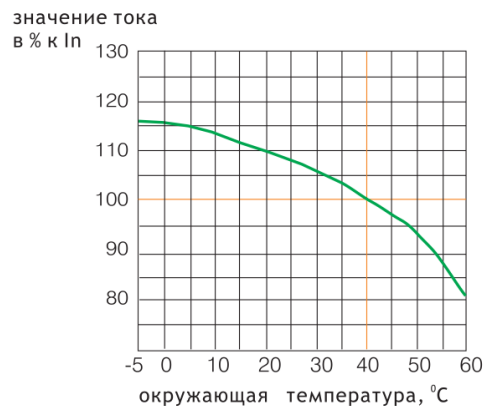

Рис. 2 Зависимость номинального рабочего тока выключателей от температуры окружающего воздуха.
3.11. При применении выключателей с температурой окружающей среды отличной от 40°С следует применять температурный коэффициент рис. 2
4.2.7. Зависимость номинального рабочего тока выключателей от температуры окружающего воздуха приведены на рис.2.